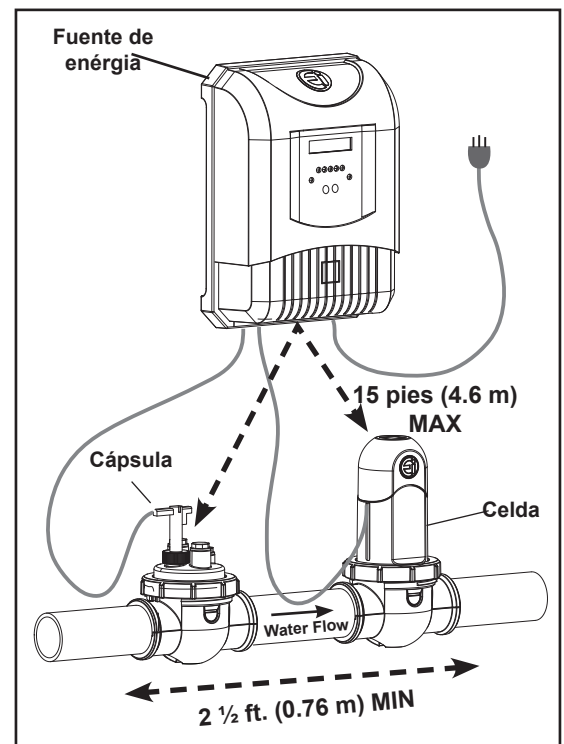

Figura 3. Requisitos de Instalación
La cápsula de flujo de agua/salinidad se debe montar como se muestra en la Figura 3.
- La celda debe estar instalado en un 2 ½ pies (0,8 m), longitud horizontal de la tubería después de los calentadores, bombas y filtros, como la última pieza del equipo en el sistema de cañerías (véase la Figura 3).
- La celda debe estar instalado no más de 15 pies (4,6 m) de la unidad de alimentación (véase la Figura 3).